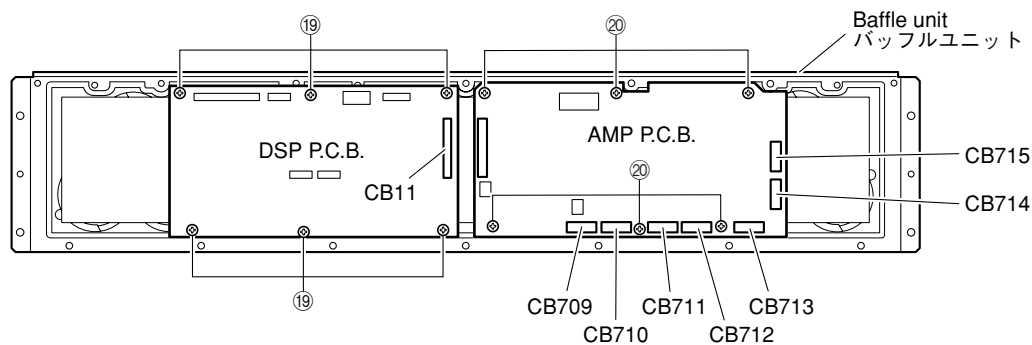

Fig. 6
- Remove connector CB11. (Fig. 6)
- Remove 6 screws (19). (Fig. 6)
- Remove the DSP P.C.B.. (Fig. 6)
- コネクタ-CB11を外します。(Fig. 6)
- 19のネジ6本を外します。(Fig. 6)
- DSP P.C.B.を取り外します。(Fig. 6)
- Remove connectors CB709, CB710, CB711, CB712, CB713, CB714 and CB715. (Fig. 6)
- Remove 6 screws (20). (Fig. 6)
- Remove the AMP P.C.B.. (Fig. 6)
- コネクタ-CB709~715を外します。(Fig. 6)
- 20のネジ6本を外します。(Fig. 6)
- AMP P.C.B.を取り外します。(Fig. 6)